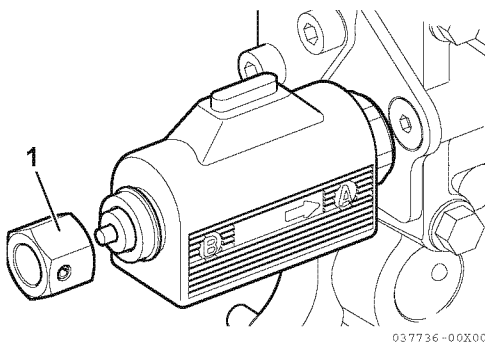

Figur 8
1. Med motoren(e) ikke i gang, tar du av hetten (1, Figur 8), og nødmutteren (2, Figur 8).